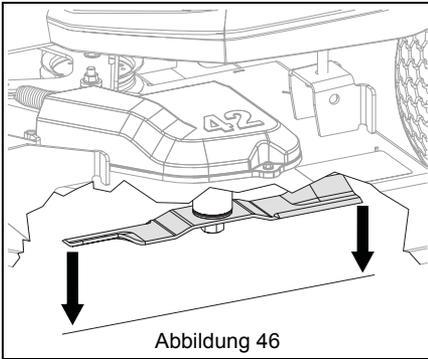

Abbildung 46
3. An beiden Seiten der Maschine an der vorderen und hinteren Spitze des Mähmessers den Abstand zum Boden messen. Siehe Abbildung 46.